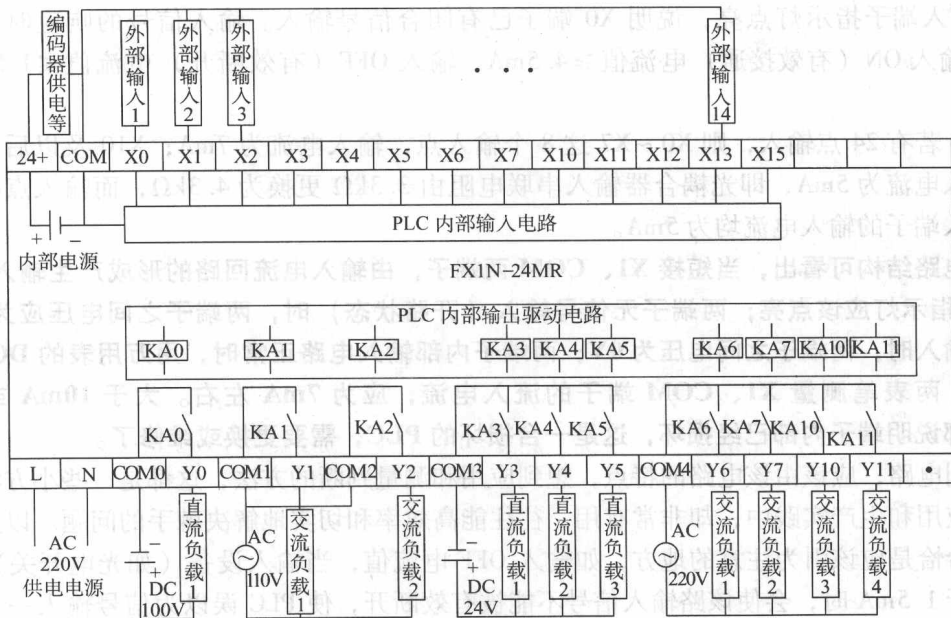

图 1-7 FX1N-24MR 端子排控制电路
2) 输入端子排, 只有一个 COM 端子, 为输入信号公共端子, 当 X0~X15 任一端子与 COM 接通形成输入通路时, 都可以形成输入信号。产生输入信号的实质, 是输入电路中产生了直流输入电流 (见图 1-7)。其中 L、N 为 PLC 供电电源接入端, 一般情况下, 接市电交流 220V 供电, 当然由隔离变压器提供供电或稳压电源提供供电, 效果更好。输出端子有 COM0~COM4 共 5 个公共端子, 说明输出端子可连接 5 路相互独立的负载电路, 其中 Y0、COM0 端子内部为一只独立的继电器常开触点电路, 与 Y1~Y11 没有电气联系。Y1 与 COM1、Y2 与 COM2 都为独立的控制输出电路; 而 COM3, 则为 Y3、Y4、Y5 3 个输出端的共用电路端子, COM4 则为 Y6、Y7、Y10、Y11 4 个输出端的共用电路端子。采用多个输出电路的好处, 可适应不同负载电路 (供电电压) 的灵活连接, 如图 1-7 所示。24+、COM 端子间为 24V 直流电压输出, 此 24V 在内部为 X 输入端子电路的供电电源, 引出后, 可作为外接仪器用电源, 如用作旋转编码器的直流供电电源。
图 1-7 给出了 4 种输出负载电路的连线, Y6~Y11, 所接负载共用 220V 交流供电; Y3~Y5, 所接负载共用直流 24V 供电; Y1、Y2 所接负载共用交流 110V 供电, 因两个负载电器为进口电器, 供电电压级别为交流 110V。因 Y1、Y2 内部电路是独立的, 所以需将 COM1 和 COM2 两个端子并联起来, 以共用 110V 控制电源。